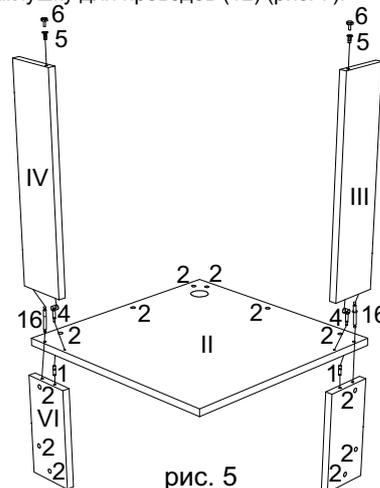

рис. 5
В нижние торцевые отверстия левой (III) и правой (IV) опор вбить крепежи для опоры (5) и вкрутить опору (6), в соответствующие отверстия в пласти вставить эксцентрики (2) стрелкой в направлении отверстия в торце. В соответствующие отверстия в пласти левой (V) и правой (VI) стоек вставить эксцентрики (2) стрелкой в направлении отверстия в торце. С нижней стороны столешницы (II) вкрутить дюбеля эксцентриков (4) и вставить эксцентрики (2) стрелкой в направлении отверстия в торце, с верхней вставить шканты (1). Собрать между собой столешницу (II), левую опору (III), левую стойку (V), правую опору (IV) и правую стойку (VI), поворачивая эксцентрики по часовой стрелке (левая опора, левая стойка и правая опора, правая стойка скрепляются между собой при помощи двухстороннего штока (16)) (рис. 5).